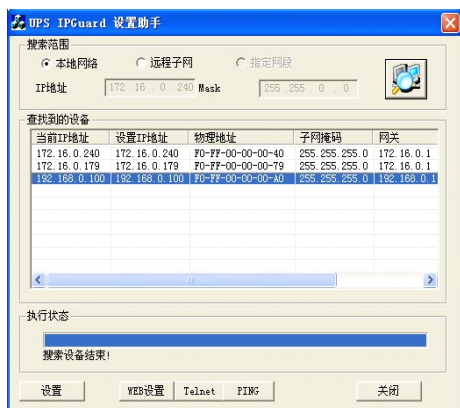

图 1
- ① 正确安装连接好 UPS-IPGuard Pro 后，运行配套光盘内的的设置助手软 ConfigAssist.Exe。界面如图 1 所示：
- ② 点击搜索按钮  搜索当前连接的设备。（软件启动后自动进行搜索）在“查找到的设备”中会显示当前搜索到的设备的 IP 地址，物理地址，子网掩码，网关，硬件版本，固件版本等信息，如图 1 所示：